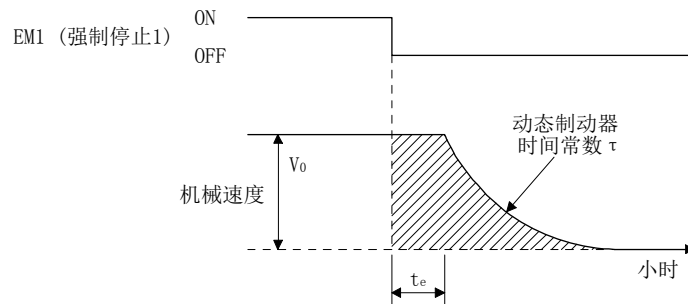

图10.3 动态制动制动图
(1) 惯性运行距离的计算方法
动态制动动作时的停止过程如图10.3所示。停止前的惯性滑行距离的近似值可以通过公式(10.2)进行计算。动态制动时间常数 τ 根据伺服电机和动作时的转速而发生变化。(参照本项 (2))